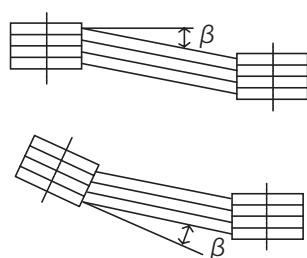

図 5-3
(2) チェーン、スプロケット、ギヤを使用する場合
(3) Vベルトを使用する場合
- ・両ブーリ間の平行度、偏心度 β は $20'$ (20分)以内としてください。（図5-3 参照）